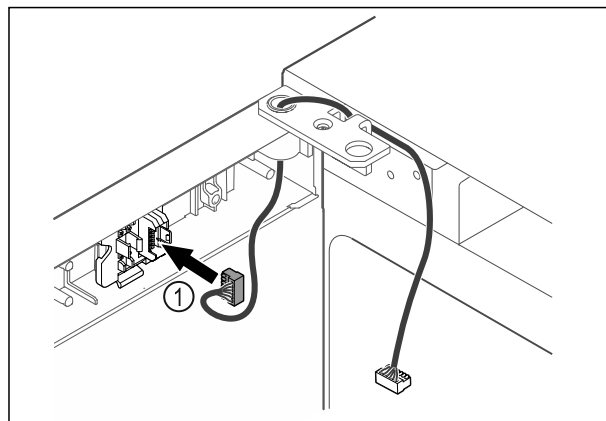

Fig. 59
- Futni spinën Fig. 59 (1) në mbajtësen e spinës.